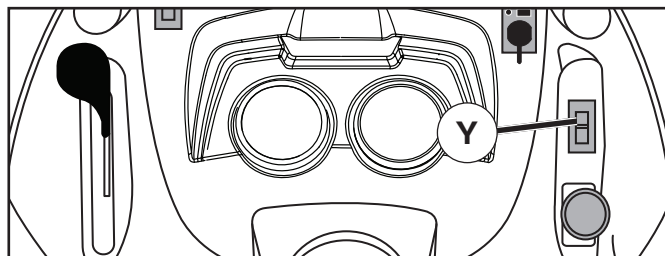

Fig. 8
CÓMO USAR EL CONTROL DEL CIERRE DIFERENCIAL (Y) (Vea Fig. 8)